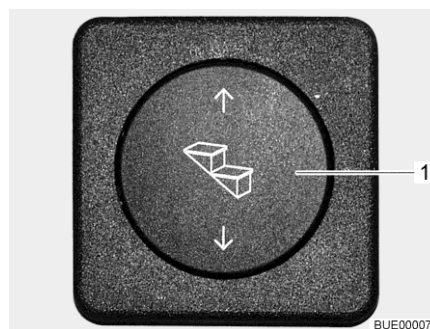

Bild 1 Bedienschalter Eintrittstufe
- Ausfahren:** ■ Wippschalter (Bild 1,1) unten drücken, bis die Eintrittstufe vollständig ausgefahren ist.
- Einfahren:** ■ Wippschalter (Bild 1,1) oben drücken, bis die Eintrittstufe vollständig eingefahren ist.